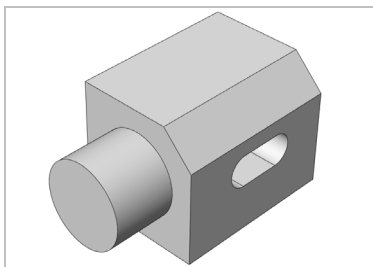

图 5-43 创建倒角特征
(4) 单击【确定】按钮，即可创建倒角特征，如图 5-43 所示。